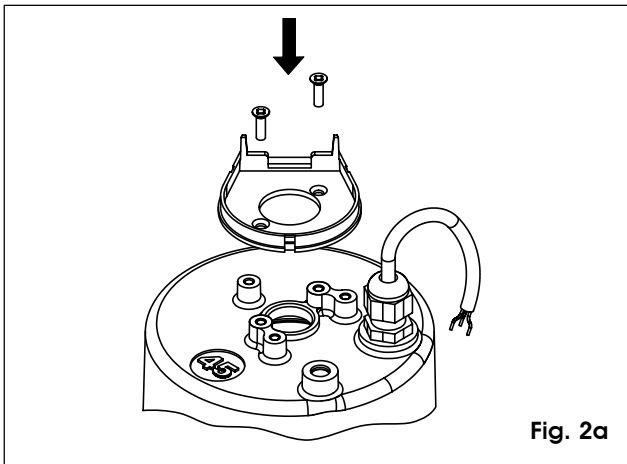
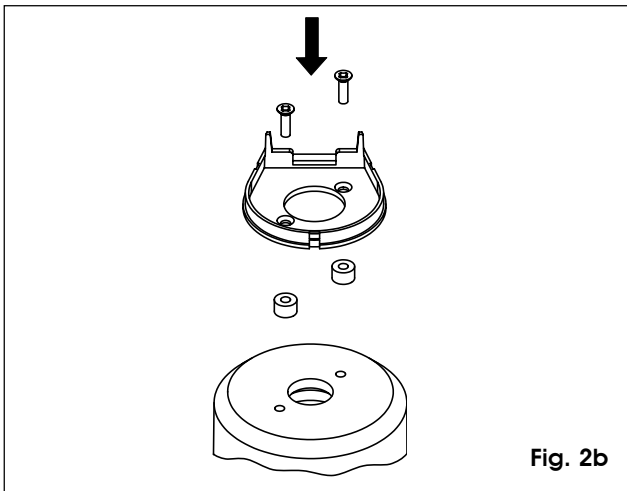

Fig. 2a
Fig. 2b
- 2) Per i motoriduttori Falcon, fissare il supporto per encoder direttamente sulla calotta con n.2 viti M4x8 in dotazione, come in fig. 2a. Per i motoriduttori Euro Slider e Euro Big Slider posizionare i n.2 distanziali tra supporto e calotta e fissare con n.2 viti M4x15 in dotazione, come in fig. 2b.
- 2) For the Falcon gearmotors, secure the encoder support directly on the cover, with the two supplied M4x8 screws, as shown in figure 2a. For the Euro Slider and Euro Big Slider gearmotors, place the two spacers between the support and the cover, and secure with the two supplied M4x15 screws, as shown in figure 2b.
- 2) Pour les motoréducteurs Falcon, fixer le support pour encodeur directement sur la calotte avec les 2 vis M4x8 fournies, d'après la fig. 2a. Pour les motoréducteurs Euro Slider et Euro Big Slider positionner les 2 entretoises entre le support et la calotte et fixer avec 2 vis M4x15 fournies, d'après la fig. 2b.
- 2) Para los motorreductores Falcon, fije el soporte para encoder directamente en la tapa con 2 tornillos M4x8 suministrados en dotación, como se indica en la fig. 2a. Para los motorreductores Euro Slider y Euro Big Slider coloque los 2 separadores entre el soporte y la tapa y fije con 2 tornillos M4x15 suministrados en dotación, como se indica en la fig. 2b.
- 2) Bei den Getriebemotoren Falcon ist der Halter für den Encoder mit den mitgelieferten Nr. 2 Schrauben M4x8 direkt auf der Haube anzubringen, wie in Abb. 2a gezeigt. Bei den Getriebemotoren Euro Slider und Euro Big Slider werden Nr. 2 Abstandstücke zwischen dem Halter und der Haube positioniert und mit den mitgelieferten Nr. 2 Schrauben M4x15 gemäß Abb. 2b befestigt.